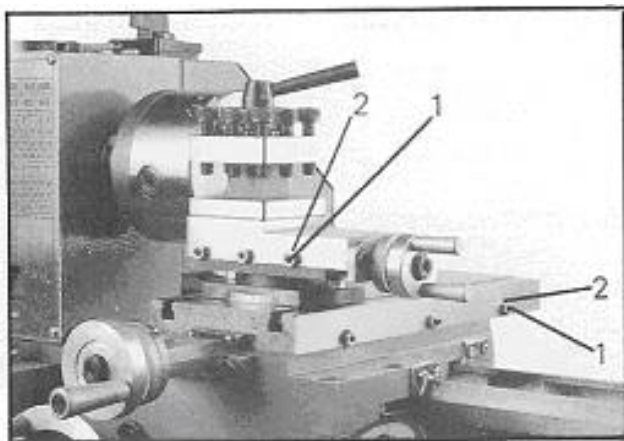

Рис.25
Оба суппорта оборудованы регулировочными планками и могут быть установлены посредством винтов (1, *Рис.25*) и контргаек (2) без зазора.